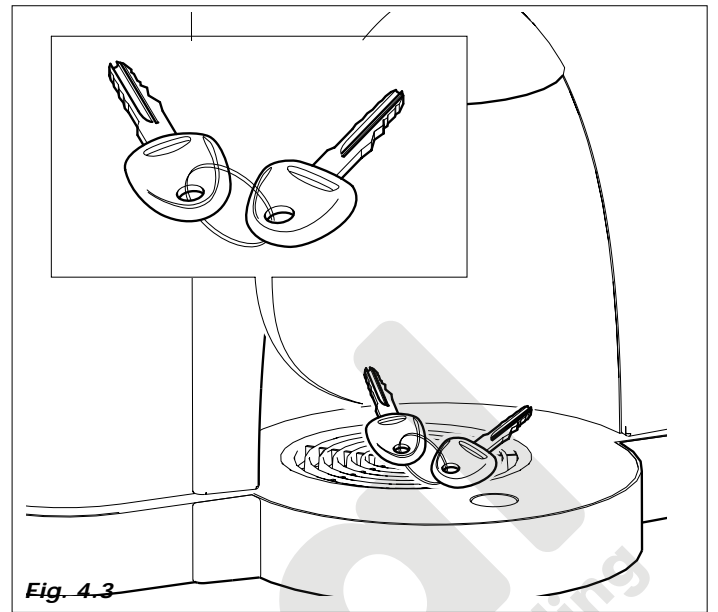

Fig. 4.3
- Coger las llaves que están en la zona de recepción del vaso (Fig. 4.3)